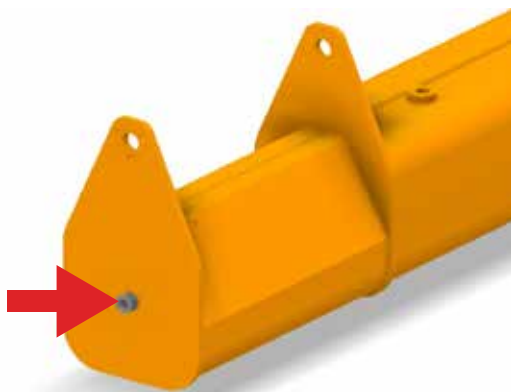

fig.12
- ▶ Las partes de carpintería de la grúa de bandera (columna o ménsula y brazo), por lo general, se suministran sin embalaje; en las columnas y en las ménsulas están presentes los puntos de enganche para facilitar su manipulación durante las operaciones de instalación (fig. 12).